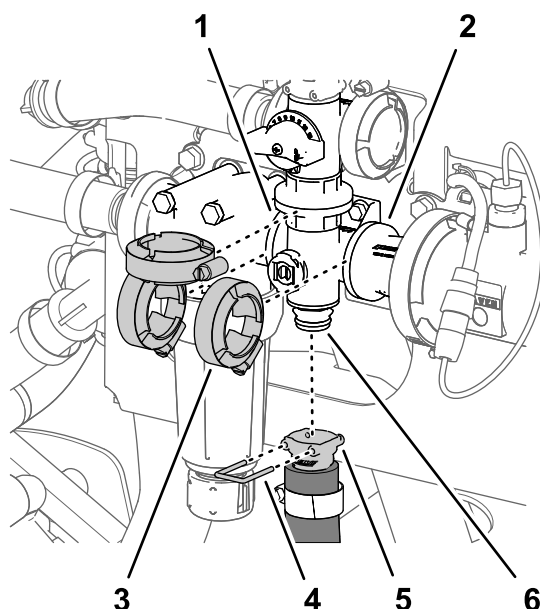
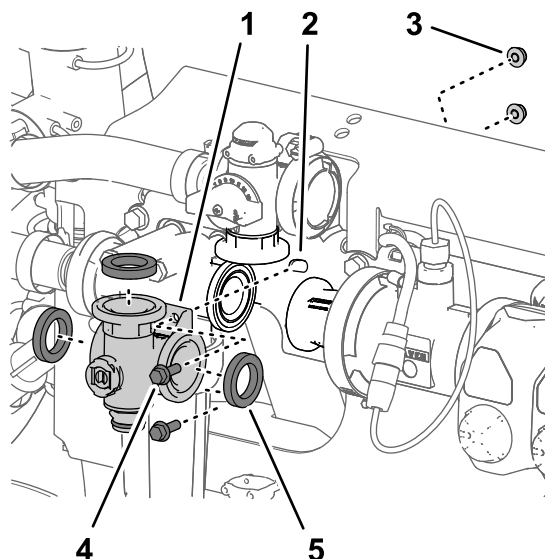

Figure 126
Figure 125
1. Alignez la bride du collecteur de la vanne d'agitation et les 3 joints sur les brides de la vanne de dérivation d'agitation, de la tête du filtre de pression et de l'adaptateur d'accouplement (Figure 125 et Figure 126).
2. Fixez légèrement le collecteur de vanne d'agitation à la vanne de dérivation d'agitation, la tête du filtre de pression et l'adaptateur d'accouplement (Figure 126) à l'aide des 3 colliers bride que vous avez retirés à la section Dépose de la vanne d'agitation du collecteur \(page 87\).
5. Serrez les 3 colliers bride à la main (Figure 126).
6. Fixez le raccord rapide du flexible d'agitation au raccord rapide du collecteur de vanne d'agitation à l'aide de l'étrier de fixation (Figure 126).